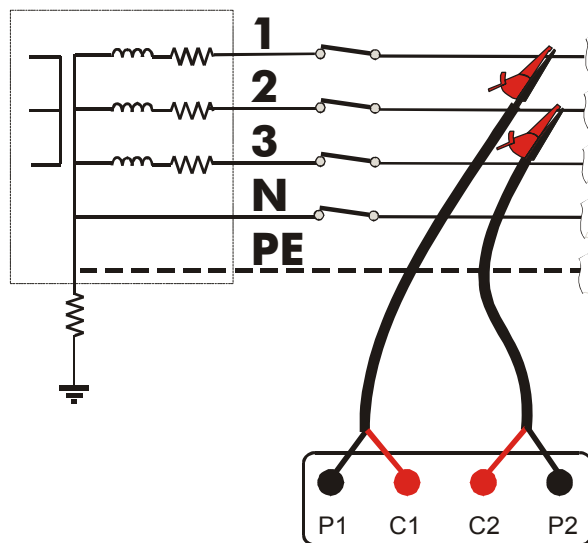

Fig. 3: Connexion de l'instrument pour mesure de l'impédance Phase-Phase
2. Connecter les crocodiles au réseau électrique sous test (voir Fig. 3).
3. Insérer les couples de câbles noir-rouge des câbles C7000 dans les entrées correspondantes de l'instrument **en suivant la séquence d'introduction P1, P2, C2, C1** (voir la connexion à la Fig. 3).